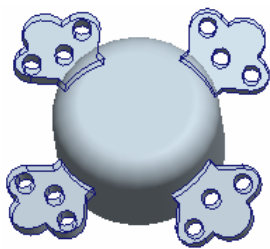
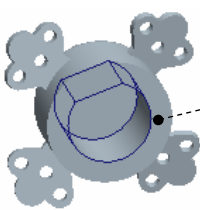
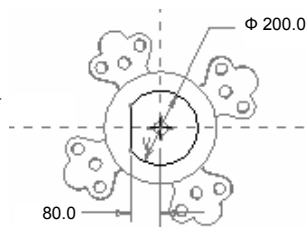

图 5.34.6 添加阵列特征
图 5.34.7 添加实体切削特征 5
图 5.34.8 截面草图
Step4. 添加图 5.34.6 所示的阵列特征，相关操作如下：
(1) 创建组。
① 按住 Ctrl 键，分别选取 DTM1、DTM2、DTM3、A_2、DTM4 及 Step3 中创建的实体拉伸特征。
② 单击 **模型** 功能选项卡中的 **操作** 按钮，在弹出的菜单中选择 **组** 命令，此时 DTM1、DTM2、DTM3、A_3、DTM4 及 Step3 中创建的实体拉伸特征合并为 **组LOCAL_GROUP**。
③ 重命名组。先单击 **组LOCAL_GROUP**，然后右击，从弹出的快捷菜单中选择 **重命名** 命令，将 **组LOCAL_GROUP** 重名为组 F，则完成组的创建。
(2) 进行阵列。在模型树中单击“组 F”，右击，选择 **阵列...** 命令；在操控板中选择 **轴** 选项，然后选取绘图区中的轴 A_1，在“方向 1”的“增量”文本框中输入角度增量值为 90.0；在操控板中输入第一方向的阵列个数 4；单击按钮 ，完成阵列操作。
Step5. 添加图 5.34.7 所示的实体切削特征 5。单击 **拉伸** 按钮，然后在操控板中按下“移除材料”按钮 ；选取图 5.34.7 所示的模型表面为草绘平面；参考平面为默认；特征的截面草图如图 5.34.8 所示；拉伸方式为 ，深度值为 150.0。